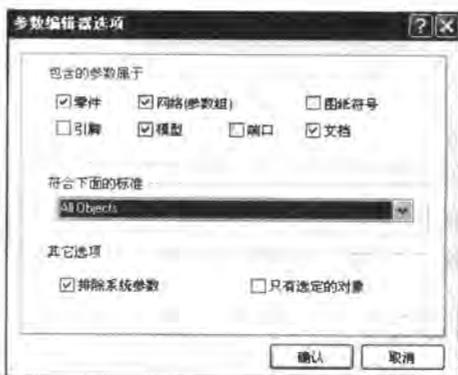

图 5-19 【参数编辑器选项】对话框
- ❑ **【Parameter Manager】** (参数管理): 用来对当前的原理图库文件及其库元器件的相关参数进行管理, 可以追加或删除。执行该命令后, 系统会弹出如图 5-19 所示的 **【参数编辑器选项】** 对话框